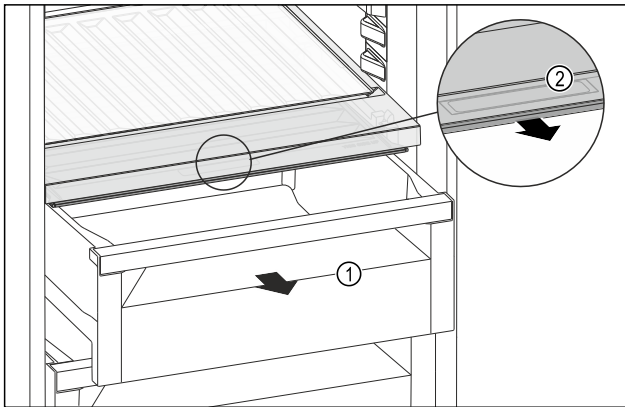

Fig. 197
- Retirer le tiroir Fig. 197 (1).
- Saisir la poignée encastrée Fig. 197 (2) du couvercle du compartiment et tirer le couvercle du compartiment par l'avant.